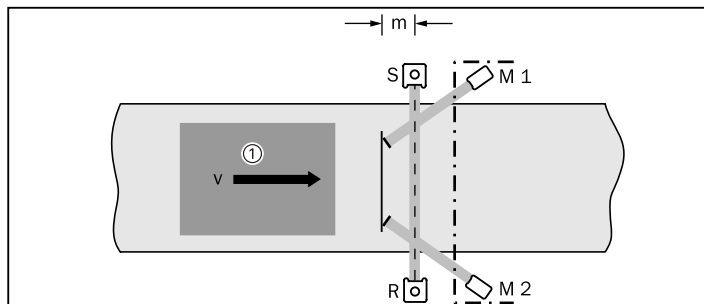

Fig. 3-4: Distanza linea di rilevamento – sensori di Muting
① = pallett    ② = materiale    ③ = sensore Muting    ④ = livello trasporto
4. L'elaborazione interna dei segnali emessi dai sensori richiede un certo periodo di tempo per cui il materiale non dovrebbe essere rilevato in un punto troppo vicino ai raggi della fotocellula di sicurezza. Si deve pertanto rispettare una distanza minima (vedere Fig. 3-4).